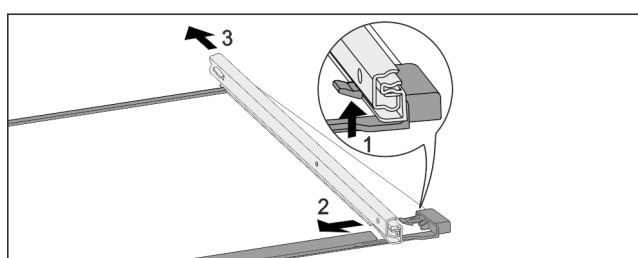

Fig. 168 Скляна пластина з рейками
- Натиснути передній гачок-фіксатор вгору. Fig. 168 (1)
- Виштовхніть виїзну рейку в сторону Fig. 168 (2) та назад Fig. 168 (3).